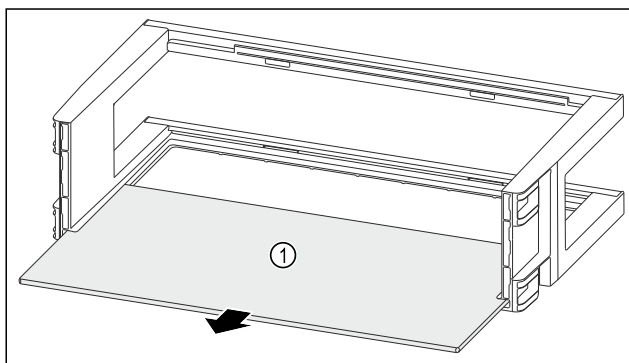

Fig. 149
- Izvadite policu Fig. 149 (1).